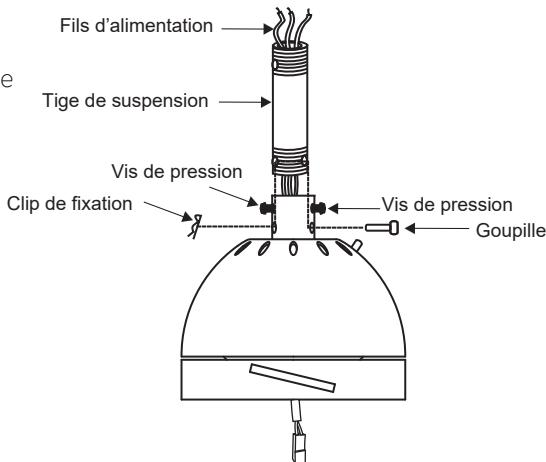

Fig. 8
Étape 6. Desserrez les deux vis de pression et enlevez la goupille ainsi que le clip de retenue du couplage sur le dessus du moteur (**Fig. 8**).
Replacez ensuite la goupille et le clip de retenue. Serrez les deux vis de pression (**Fig. 8**)